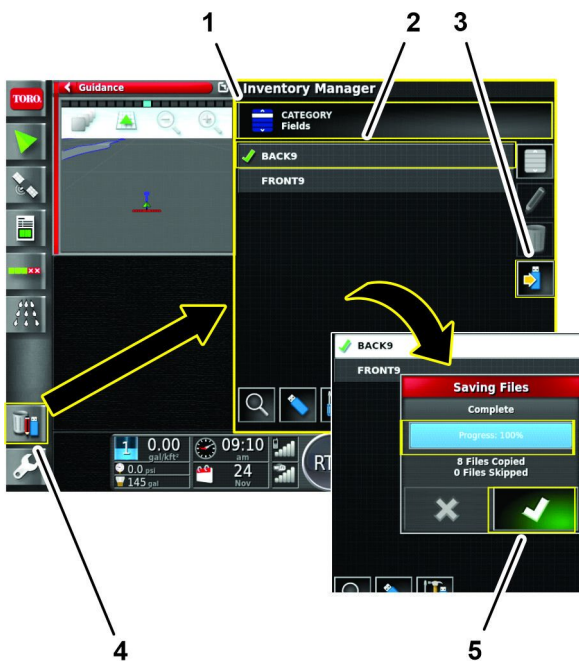

Рисунок 70
2. Нажмите на значок УПРАВЛЕНИЕ РЕСУРСАМИ, затем нажмите на значок ТИПА КАТЕГОРИИ (**Рисунок 70**).
4. Нажмите на значок поля для границ, которые вы объединяете на машине № 1, нажмите на значок СОХРАНЕНИЯ ВЫБРАННОГО НА USB-НАКОПИТЕЛЬ и нажмите на значок подтверждения (Рисунок 70).